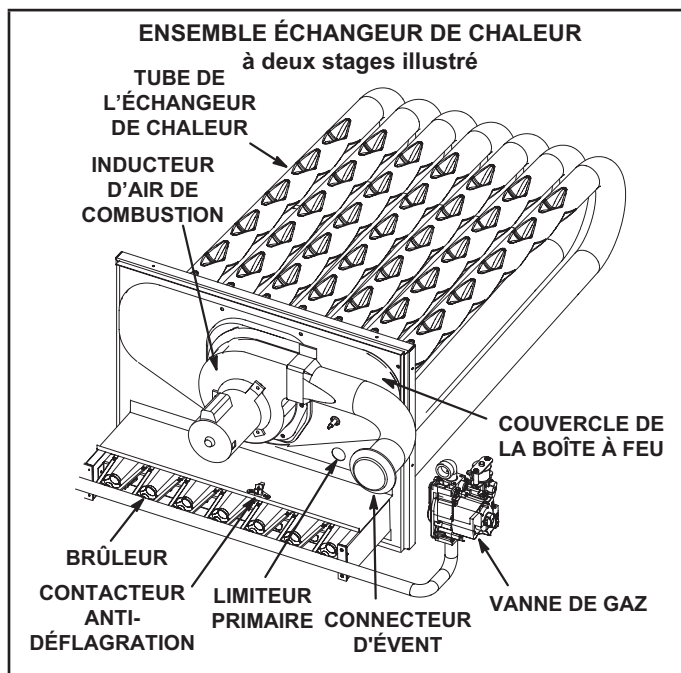

FIGURE 38
- 4 - Retirer et conserver les vis fixant l'inducteur d'air de combustion sur la boîte à feu. Retirer le connecteur d'évent. Voir la FIGURE 38.